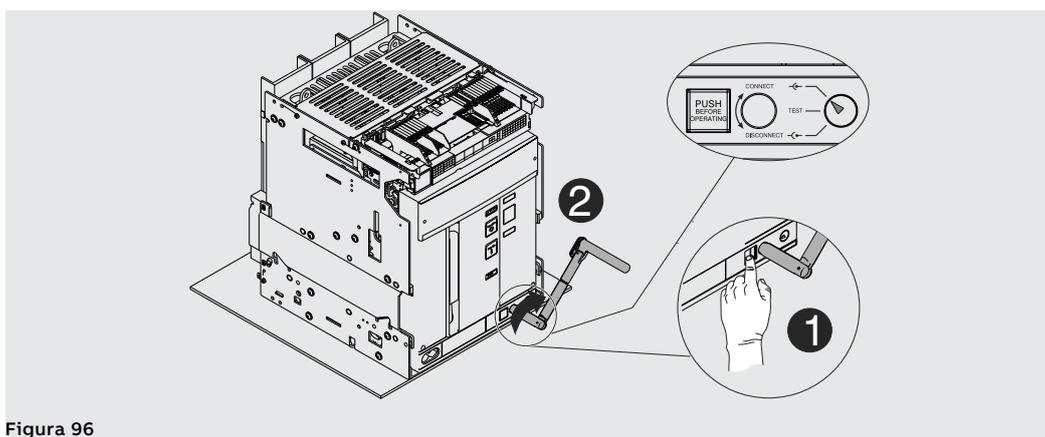

Figura 96
11. Premere il pulsante di blocco e ruotare la manovella in senso orario sino a quando il pulsante fuoriesce ed il segnalatore indica che l'interruttore è in posizione **CONNECT**. Vedi Figura 96.